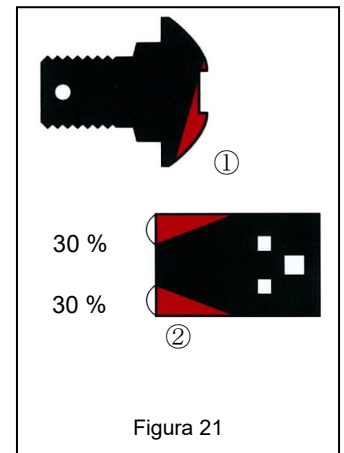

Figura 21
- Cuando la cabeza del perno de ajuste de la cuchilla está desgastada (1, Figura 21), puede causar graves accidentes si la cuchilla se suelta. Reemplace el perno de ajuste de la cuchilla inmediatamente cuando la cabeza del perno desaparezca. También reemplace (o invierta) las cuchillas cuando tengan un desgaste de hasta el 30 % (Figura 21)